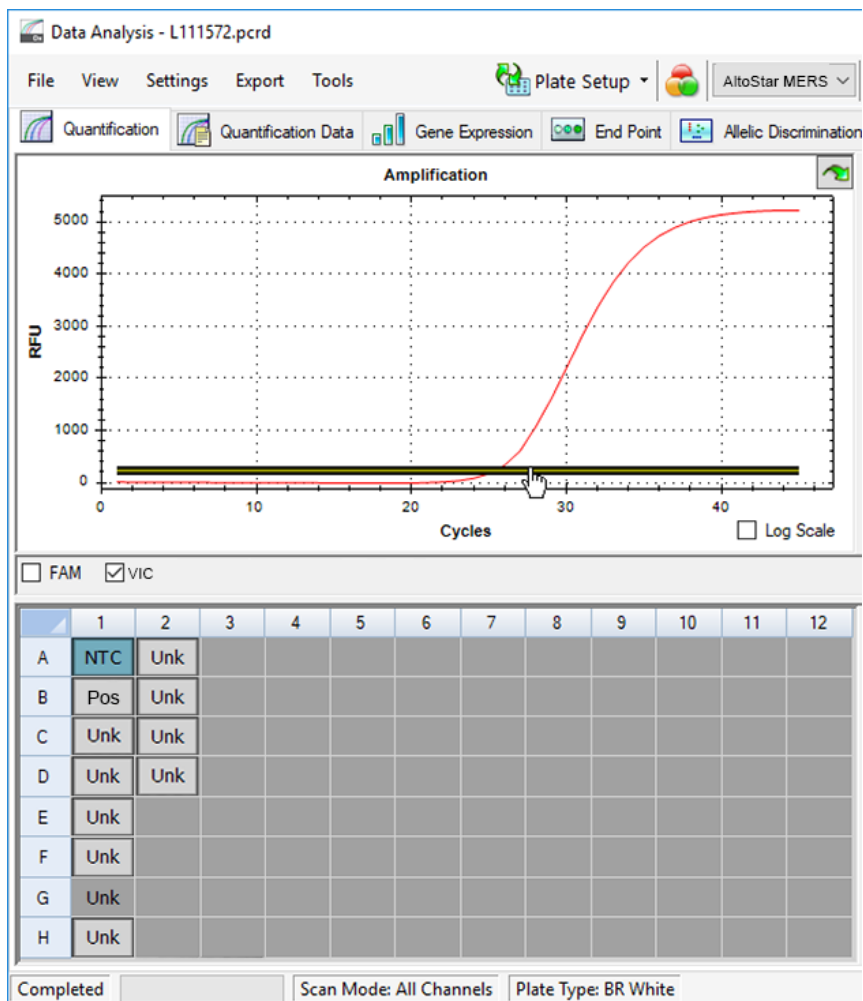

Figure 9: Fenêtre Data Analysis (Analyse des données) : définir le seuil VIC™
- Sur la gauche de la fenêtre Data Analysis (Analyse des données), ne cochez que la case **VIC** pour le canal de détection de l'IC (voir la figure 9).
- Sélectionnez uniquement le puits NTC sur la représentation visuelle de la plaque dans la fenêtre Data Analysis (Analyse des données) (voir la figure 9).
- Faites glisser le seuil dans la zone exponentielle du signal NTC (voir la figure 9).